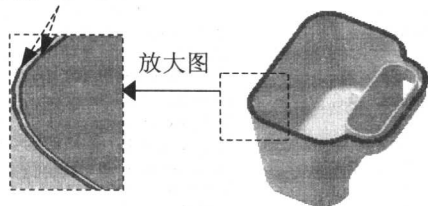

图 1.22 选取倒圆参照边 (六)
Step13. 添加圆角特征 7。选取图 1.22 所示的边线，圆角半径为 0.3。